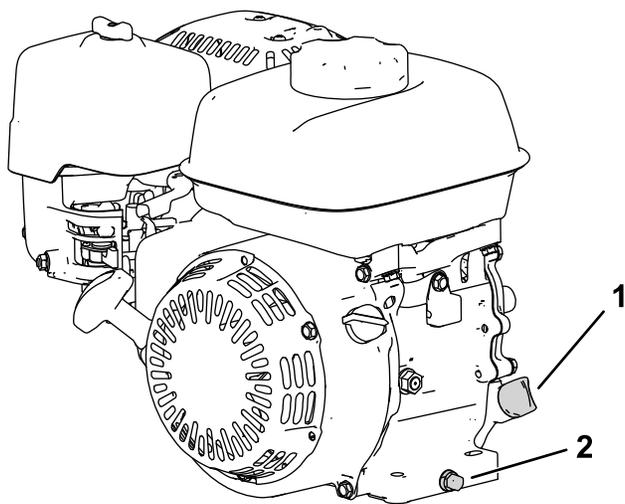

図 29
2. エンジンが水平になるように駐車し、オイル補給口の周囲をきれいに拭く 図 29。
3. ドレンプラグ、ワッシャ、ディップスティックを外す 図 29。